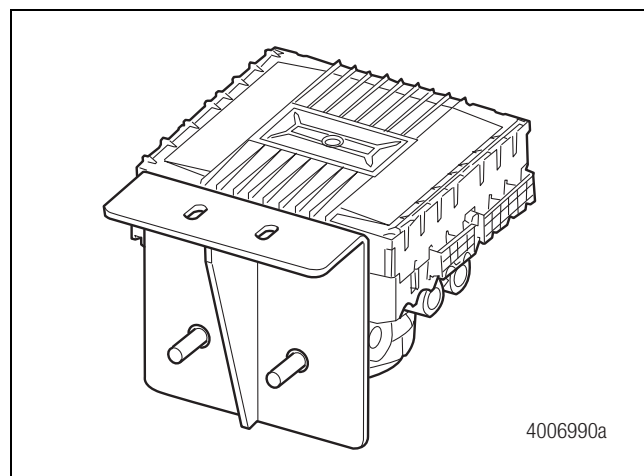

Figura 6
No montar sobre el tanque. El tanque de aire no soportará el peso del conjunto de la ECU/válvula moduladora doble y podría dañarse el tanque de aire. Puede fabricarse un soporte utilizando acero de por lo menos 3/16 de pulgada (4 mm) de espesor o puede montarse directamente a la viga transversal. Figura 6.
- Fabrique un soporte de montaje con dos orificios de montaje de 9/16 de pulgada (14 mm) con distancia de centro a centro de 2-3/4 pulgadas (70 mm) entre los dos orificios. El soporte debe ser de acero laminado en frío 1040 a 1080 con un cartabón de refuerzo. Figura 6.